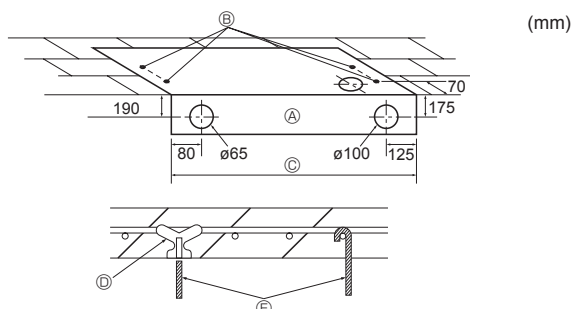

Fig. 3-3
3.2.3. Valg av opphengsbolter og rørplasseringer (Fig. 3-3)